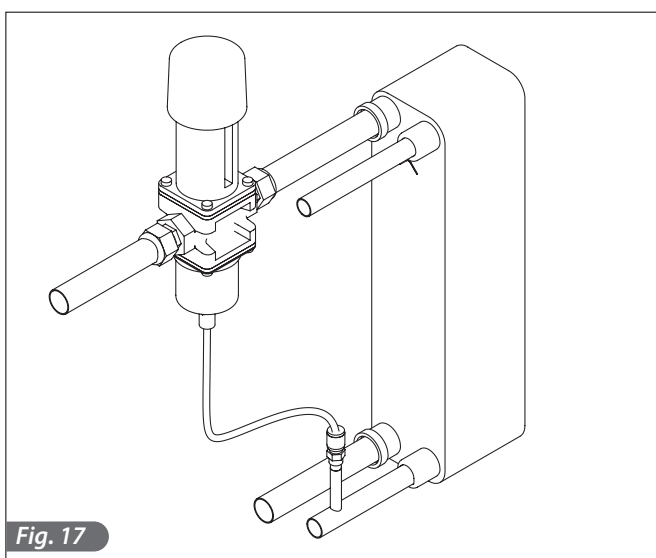

Fig. 17
- Al momento del collaudo (acqua di rete), a macchina ferma con rete idrica pronta, controllare che il tubo di scarico del condensatore non faccia fuoriuscire acqua; in caso contrario regolare la valvola pressostatica fino al completo arresto della fuoriuscita (Fig.17).